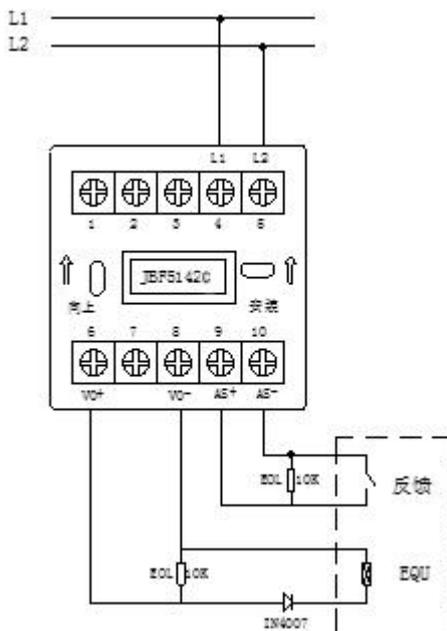

图 3 接线示意图
- ◆ 连接在 AS+和 AS-上的监视设备的动合端必须并联 10KΩ终端电阻。见图 3。
- ◆ VO+（端子 6）、VO-（端子 8）：接被控设备（脉动触点）。模块启动后 VO+（端子 6）和 VO-（端子 8）可以脉冲输出或持续输出。见图 3。